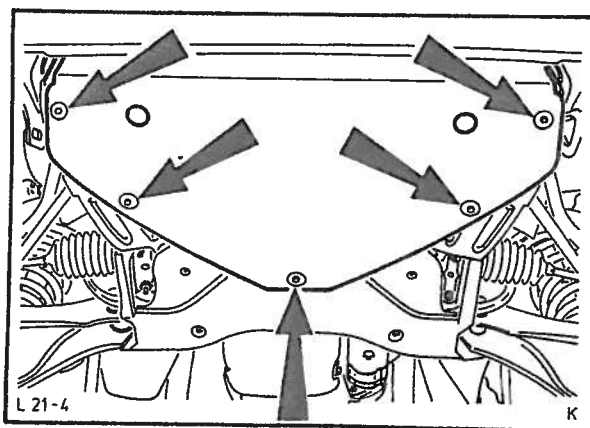

Fig. 11 Skru av motorens søledeksel.
3. Demonter motorens søleplate nedenfra (5 bolter), fig. 11. Tapp kjølevæsken i en passende beholder ved å ta av nedre radiatorslange fra radiatoren. Ta deretter av øvre slange fra vannpumpen.